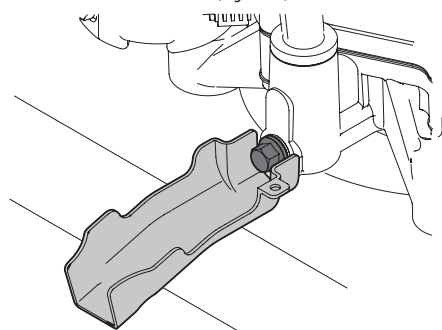

Figura 22
- Coloque el extremo pequeño de la manga de drenado de aceite en el cárter de aceite (Figura 22).